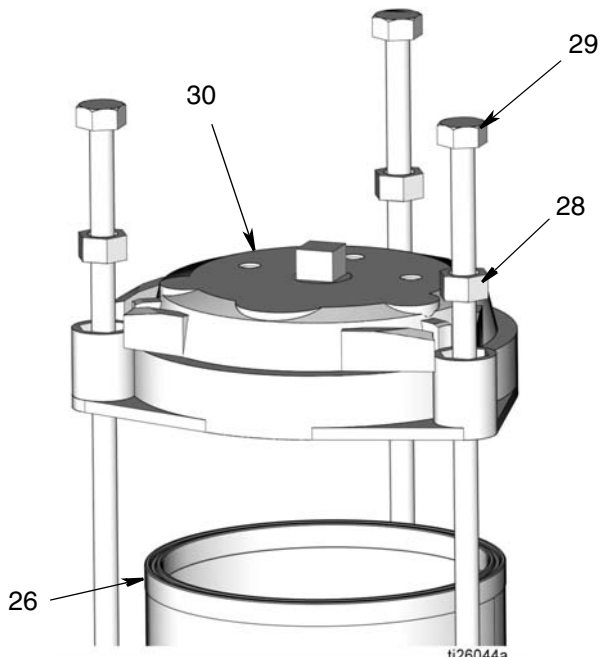

图 58
13. 安装盖子 (30) 在液箱垫圈 (26) 上。
14. 安装垫片 (28) 和拉杆 (29) (图 58)。